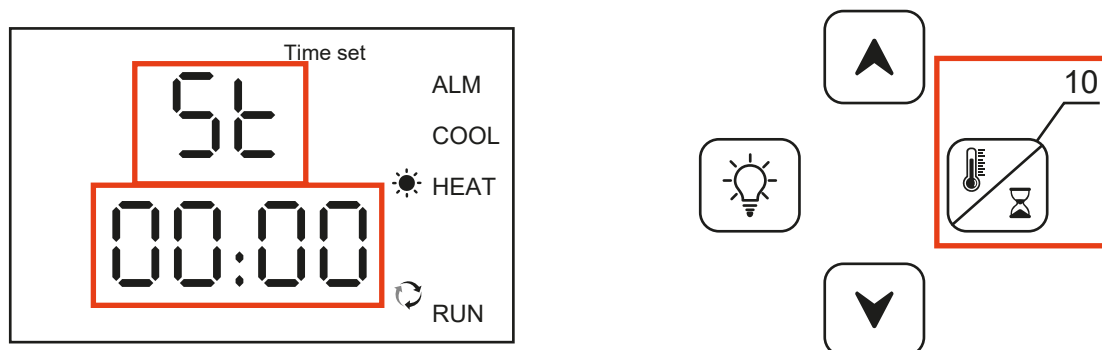

Figura 8. Desactivar temporizador
El temporizador está definido en HH:MM, así como se muestra en la figura 8, mostrando el ejemplo de un temporizador de 4 horas y 30 minutos. Presionar el botón (10) dos veces (la zona horaria parpadea). Modificar con las flechas el valor St, primero las horas del temporizador; después presionar el botón (10) para modificar con las flechas los minutos del temporizador. Para finalizar, presione presionar el botón (10) una última vez.